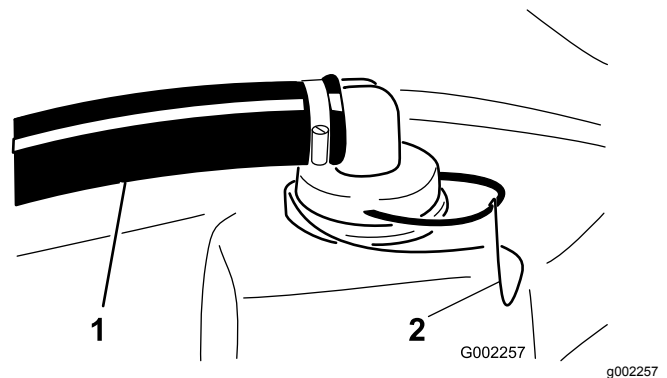

Figura 66
- En la parte superior del depósito de fumigación, retire la horquilla de retención que sujeta el acoplamiento que está conectado a la manguera grande y al alojamiento del filtro (Figura 66).
- Retire la manguera y el acoplamiento del alojamiento del filtro (Figura 66).